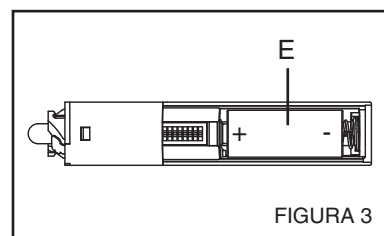

FIGURA 3
2. Instale la pila (E) en el botón inalámbrico. (Figura 3)
- b. Verifique la instalación adecuada de las pilas en el mecanismo del timbre y en el botón. (Figura 3)